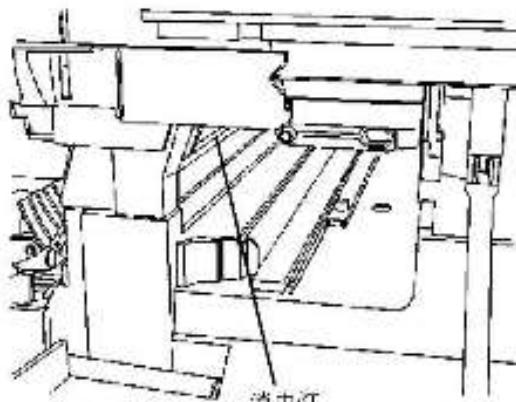

图 8 消电灯
- 手动启动前门联锁开关并观察消电灯的红光，该灯位于鼓架的顶上(图 8)。